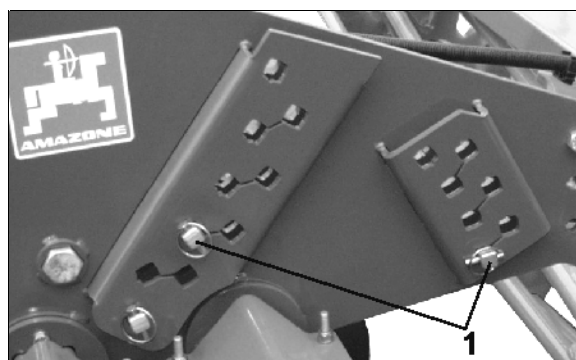

Fig. 29
3. Montera fjädersprintarna (Fig. 29/1).